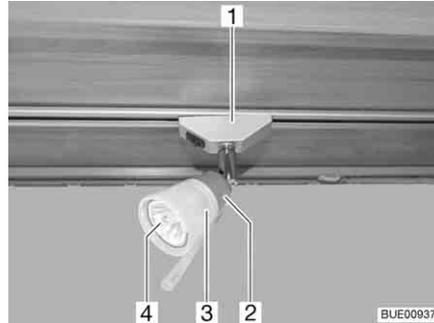

Bild 256 Halogenspotleuchte (verschiebbar)
- Halogenspotleuchte (Bild 256,1) um 90° drehen und aus der Schiene nehmen.
- Lampenschirm (Bild 256,3) entgegen dem Uhrzeigersinn drehen.
- Lampenschirm mit Halogenglühlampe (Bild 256,4) vorsichtig von der Fassung (Bild 256,2) abziehen.